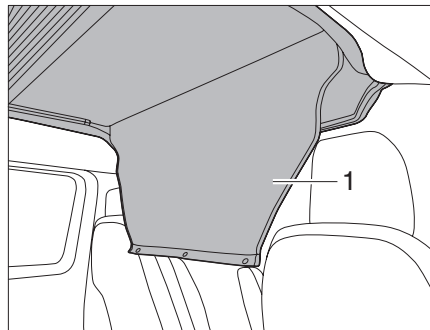

Bild 31 Durchstiegsabdeckung aufrollen
▶ Durchstiegsabdeckung (Bild 31,1) öffnen und aufrollen.